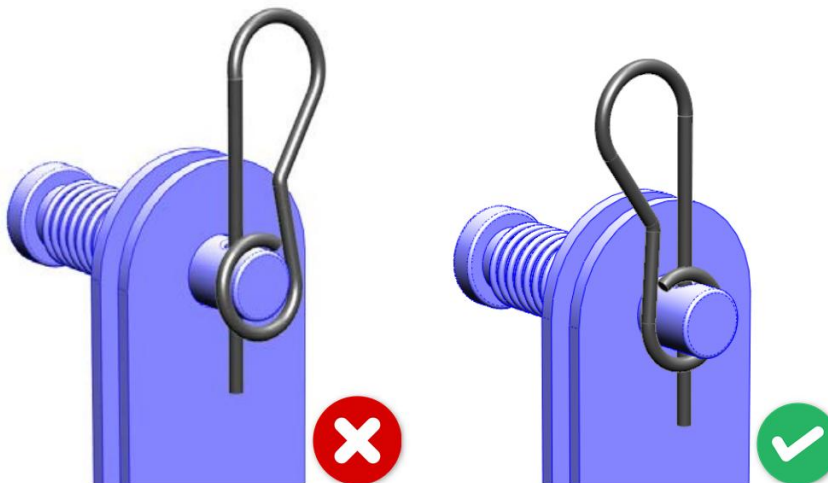

Fig. 13
9. Om de pen correct vast te zetten, brengt u de borgpen aan zoals weergegeven in Fig. 13.